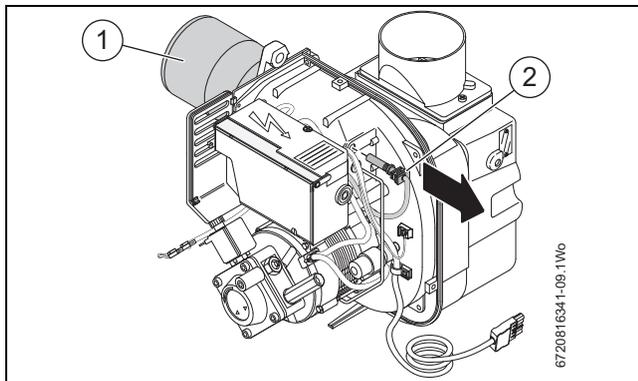

Bild 76 Reinigen der UV-Fotозelle
- ▶ Flammrohr [1] demontieren (siehe Abb. 76) und ggf. Ablagerungen entfernen.